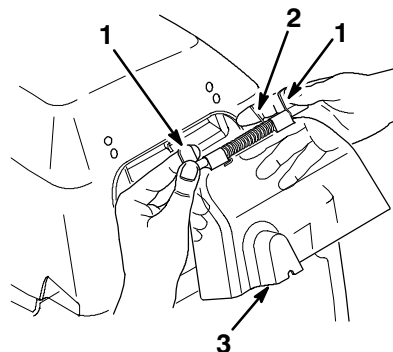

Figure 11
1. Placer les pattes de fixation sur les deux axes de montage du capot protecteur (Fig. 11).
2. Tourner le bout droit du ressort à la verticale (Fig. 11).